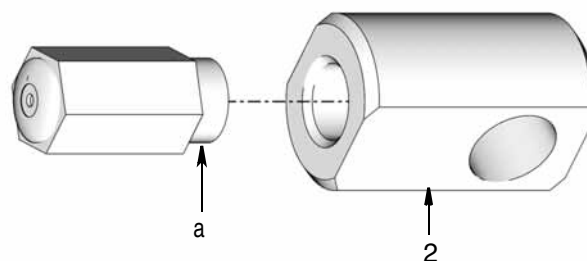

FIG. 2
3. Applicare il sigillante per filetti (fornito dall'utente) ai filetti (b) della valvola di sfiato pressione (a) (FIG. 2).
4. Installare una valvola di sfiato pressione (a) nel raccordo cavo (2). Stringere con chiave (FIG. 2).